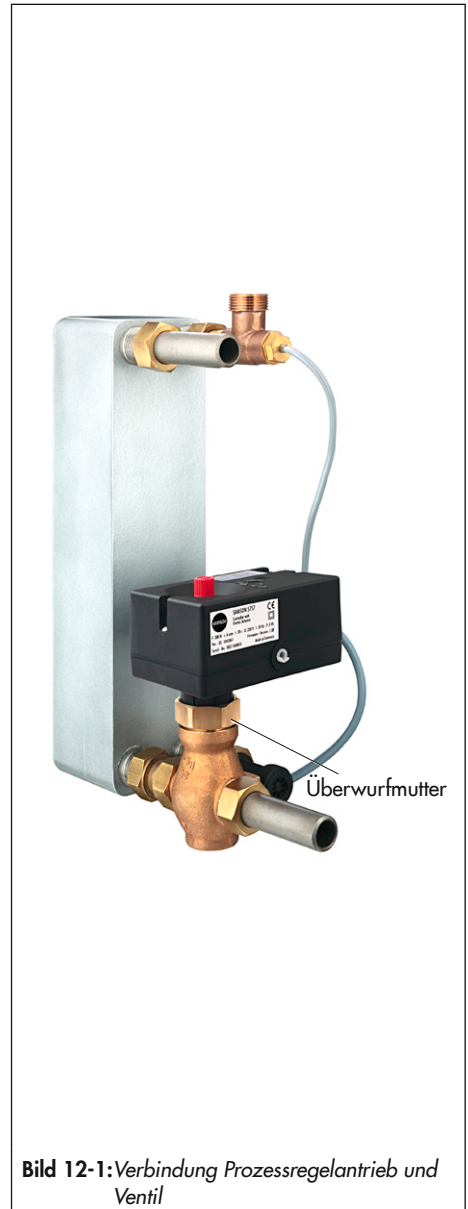

Bild 12-1: Verbindung Prozessregelantrieb und Ventil
2. Überwurfmutter lösen und Antrieb vom Ventilanschluss nehmen (vgl. Bild 12-1).